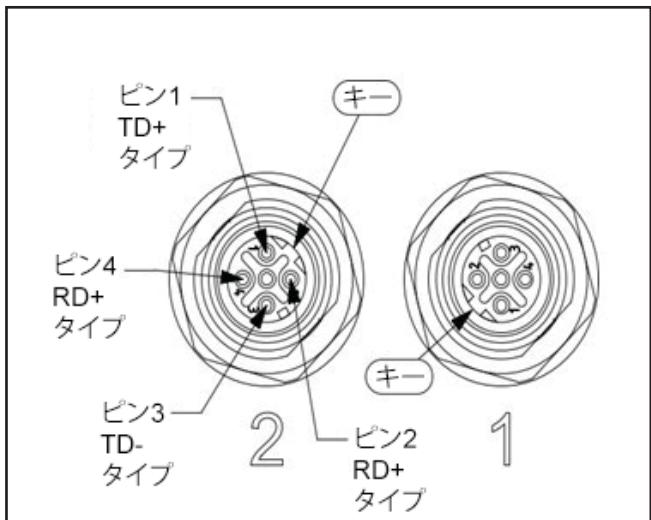

図1-9 M12、インアウトポート用4極メスDコネクタ
M12接続コネクタに関しては、図1-9をご参照ください。
- 「1」および「2」のラベルが付いたM12コネクタ付き入出力ポート(図1-9)。